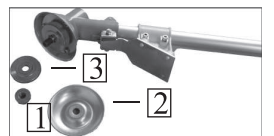

рис.5
6.4 Установка режущего ножа (рис.5)
6.4.1 Открутите гайку крепления ножа 1 (рис.5), поворачивая её по часовой стрелке.
6.4.2 Снимите нижнюю крышку 2 (рис.5) и прижимную шайбу 3 (рис.5) ножа со штанги гибкого вала.
6.5.1 Открутите гайку крепления ножа 1 (рис.5), поворачивая её по часовой стрелке.
6.5.2 Снимите нижнюю крышку 2 (рис.5) и прижимную шайбу 3 (рис.5) ножа со штанги гибкого вала.